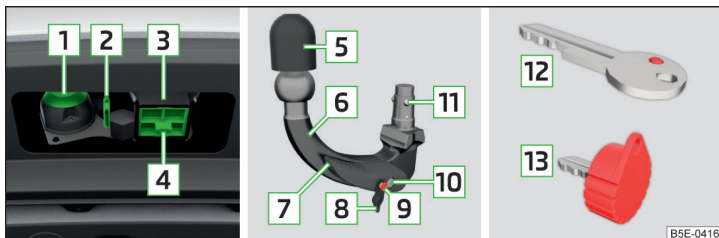

Fig. 297 Support du dispositif d'attelage/boule d'attelage/variantes de clés
Support du dispositif d'attelage, boule d'attelage et variantes de clé (selon l'équipement) » fig. 297
- Retirez le capuchon du logement **4** » fig. 297 à la page 266 en tirant vers le bas.